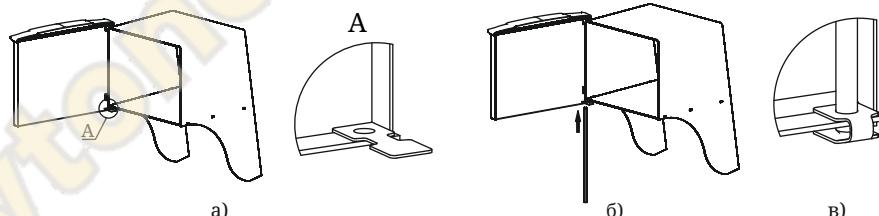

Рисунок 12. Установка дверцы при монтаже печи
2. Установите дверцу на втулки топливного канала, совместив отверстия (рисунок 12.а);
3. Совместите отверстие упора с нижним отверстием каркаса, при этом упор должен располагаться внутри каркаса (рисунок 12.а);
4. Вставьте ось через отверстия снизу вверх (рисунок 12.б),
5. Подогните упор, фиксируя конец оси между площадками упора (рисунок 12.в);